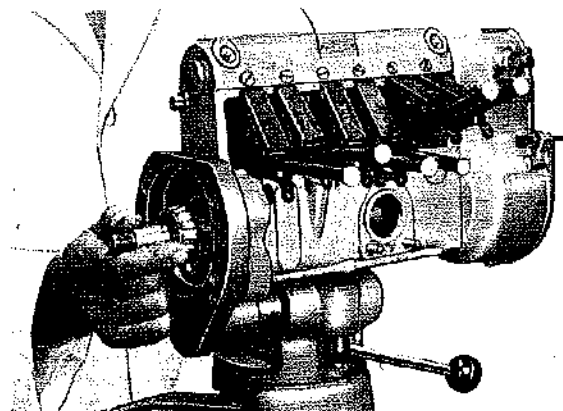

Fig. 79
- Sollevare con forcelle, come indicato in Fig. 79 le punterie e sfilare l'albero a camme.